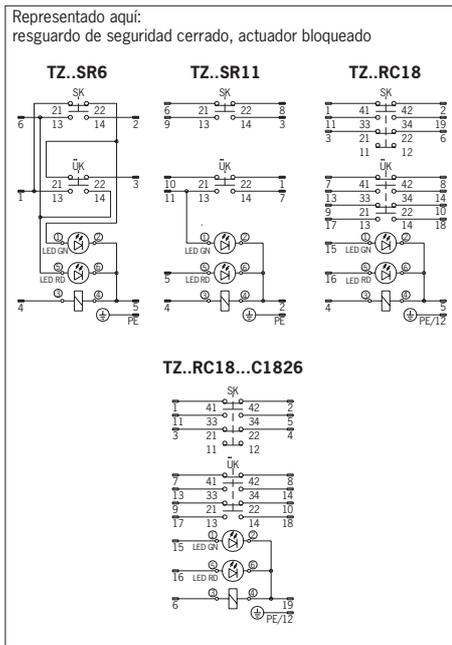

Figura 2a: asignación de conexiones
¹⁾ La función LED descrita en este manual de instrucciones corresponde al cableado estándar del modelo TZ...SR6 (véase la figura 2a: pin 1 = ⊕/pin 5 = ⊖/pin 2, 3, 6 al PLC).
- ▶ Consulte la asignación de conexiones en la figura 2a.